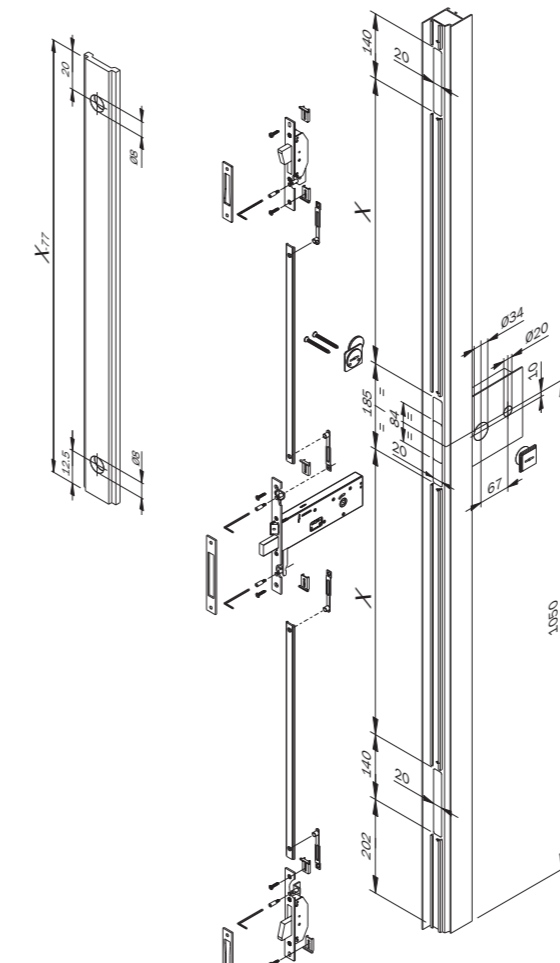

Fig. D1
- 1) Eseguire le lavorazioni per la serratura e i deviatori. Fig. D1/D2.
- 1) Perform the work for the lock and the swing bolts, Fig. D1/D2.
- 1) Exécuter les travaux de préparation de la serrure et les pènes basculants supplémentaires Fig. D1/D2.
- 1) Efectuar las operaciones necesarias para preparar la cerradura y los desviadores Fig. D1/D2.